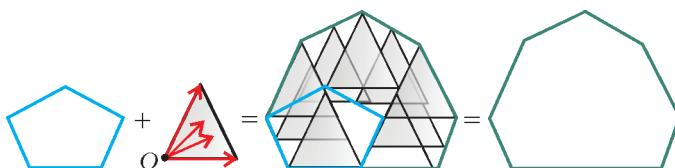

Рис. 3
**Пример 4.** Еще один пример – сумма пятиугольника и треугольника (рис.3). В данном случае это семи-